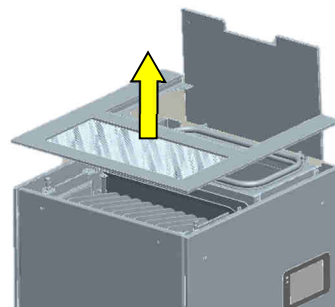

Abb. 8: Demontage Deckel
2. Deckel vorsichtig anheben, anschließend nach oben abnehmen und auf einer kratzfesten, weichen Unterlage ablegen (Abb. 8).